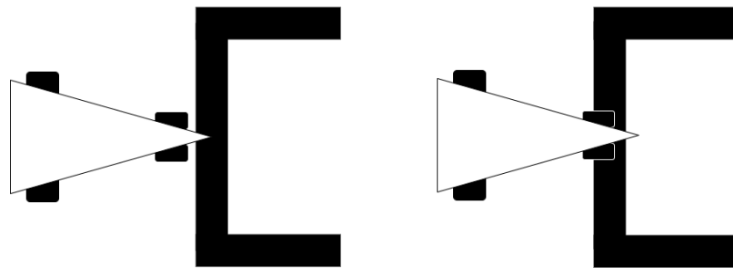

Figura 4: Posição válida (esquerda) e inválida (direita) dos robôs na linha de partida
- a) No arranque, nenhuma parte do robô poderá ultrapassar a linha transversal que assinala o início da pista, exceto o sensor usado para deteção da mudança do semáforo, como se ilustra na Figura 4.